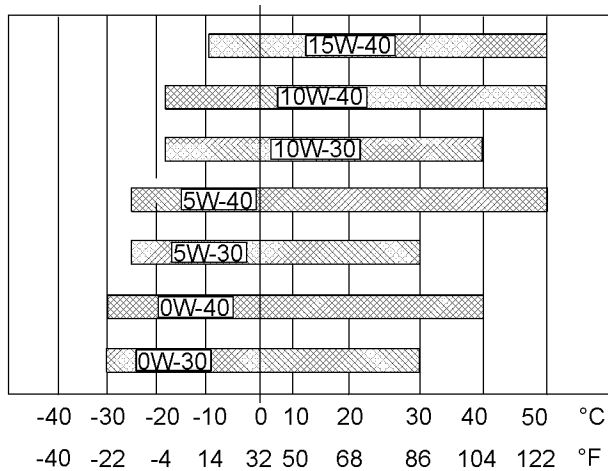

Abbildung 22
Informationen zur Bestimmung der erforderlichen Ölviskosität beim Starten eines kalten Motors sind der Abbildung 22 (Tiefsttemperatur) zu entnehmen.
Informationen zur Wahl der erforderlichen Ölviskosität für den Motorbetrieb bei der höchsten zu erwartenden Umgebungstemperatur sind der Abbildung 22 (Höchsttemperatur) zu entnehmen.
- Siehe geeignete "Schmiermittelviskosität". Zur Bestimmung der für den verwendeten Motor geeigneten Ölviskosität siehe Abbildung 22 .